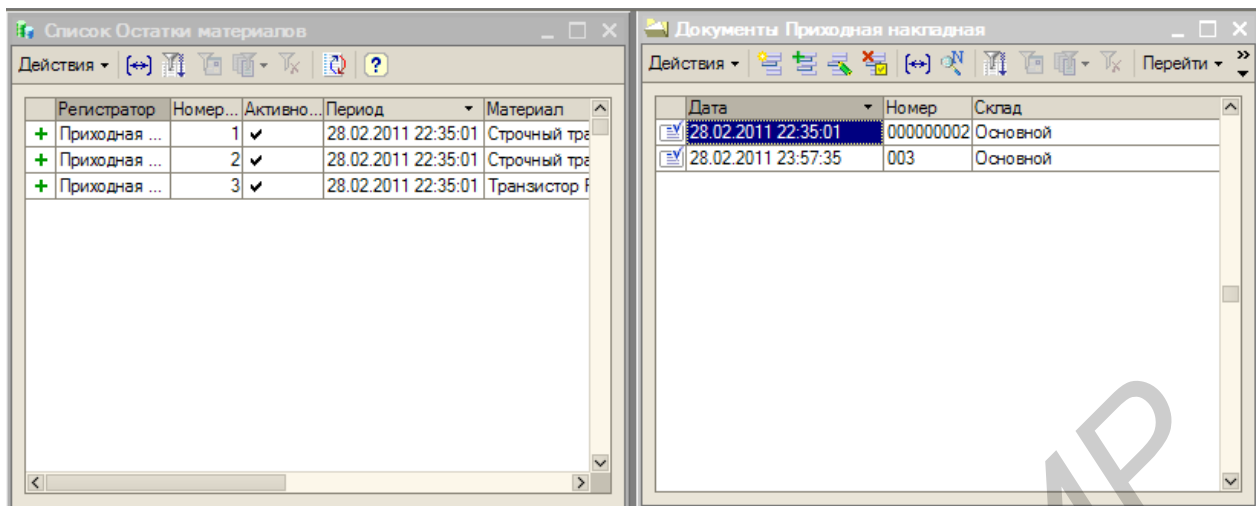

Рис. 5.11. Окна *Список* и *Документы*
3. Посмотрите, как это работает. Запустите 1С:Предприятие в режиме отладки и откройте одновременно два окна: список документов *Приходная Накладная* и список регистра накопления *ОстаткиМатериалов*. Откройте Приходную накладную №1 и нажмите *ОК*. Обратите внимание, что при проведении приходной накладной появляются соответствующие записи в регистрах накопления (рис. 5.11).